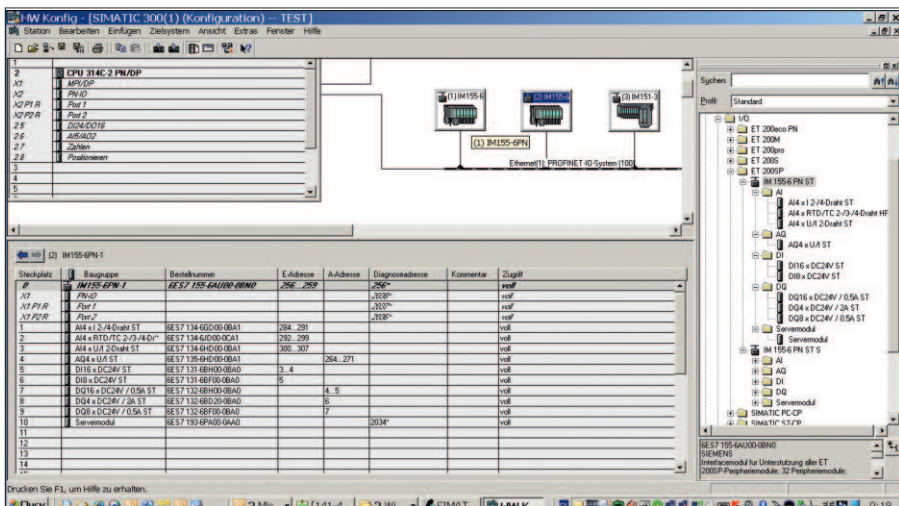

Рис. 5. Децентрализованная периферия ET200SP в аппаратном конфигураторе STEP 7
Собираем тестовую конфигурацию, для чего дополняем HW-каталог пакета STEP 7 предлагаемым GSD-файлом. В аппаратном каталоге возникают два совершенно идентичных набора компонентов, отличающихся только символом S. Это одни и те же модули, но работают они в разных режимах (рис. 5). Различия касаются мониторинга питания периферии. Первый режим (без буквы) – это стандартный путь генерирования прерываний, вызова соответствующего организационного блока (OB) и последующего чтения SSL-списка (всё, как было раньше с ET200S). Второй режим проще: каждый IM получает собственные адреса в «аналоговой» области, и эти два слова можно опросить из программы пользователя без каких-либо дополнительных ухищрений. В зависимости от состояния питания и наличия модуля в посадочном месте соответствующий байт будет выставлен в 0 или в 1. Это довольно интересное решение, которое очень сильно упрощает диагностику, но, с другой стороны, такой метод очень